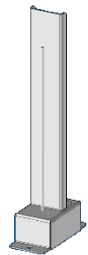

図 11-1
- DO161, DO221 液位ゲージにて確認 (図 11-1)
11-3-3.カーボンタンク (図11-1)